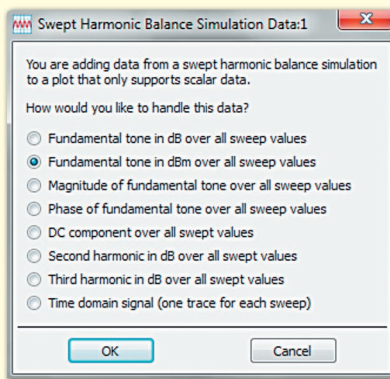

Рис. 38
- Запустіть процес симуляції, вставте новий графік в прямокутній системі координат (Rectangular plot), виберіть «vout» як параметр для відображення на графіку, виберіть «Fundamental tone in dBm over all sweep values» (Основний тон в дБм по всьому діапазону свіпання). Перегляньте зображення на дисплеї даних (рис. 38):